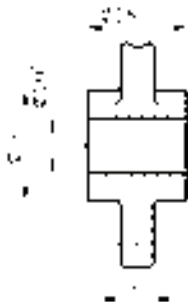

图 6-58 标注另一个公差尺寸
10) 单击“标注”工具栏中的“线性”按钮，标注另一个公差尺寸，结果如图 6-58 所示。该公差尺寸有两个地方不符合实际情况：一是前面多了一个直径符号 $\phi$ ，二是公差数值不符合实际公差系列中查阅的数值，所以需要修改。